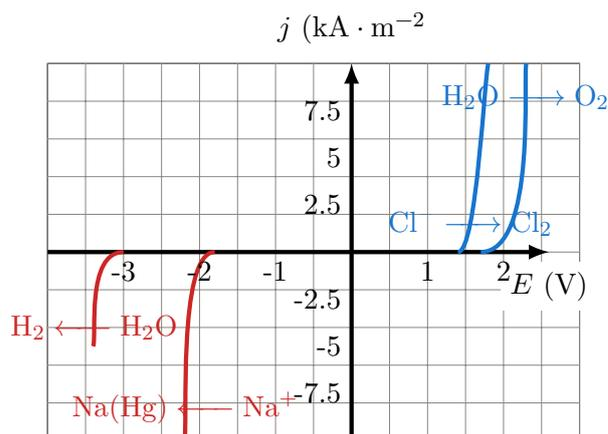

Fig. 23.2 – Courbes i-E
3. D'après les courbes intensité-potential figure 23.2, prévoir les réactions anodique et cathodique ainsi que le bilan de l'électrolyse. Estimer la tension minimale d'électrolyse.